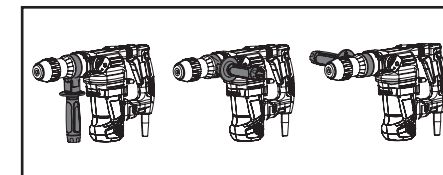

Abb. 4
- Vor der Sicherung drehen Sie den Griff in eine solche Position, dass Sie den Bohrhammer während der Arbeit fest, sicher und bequem halten können, siehe Abb. 4.